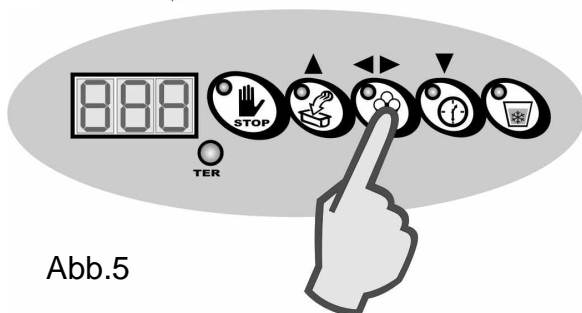

Abb.5
- Dann drücken Sie die Taste Bestätigen, um den Kühlzyklus zu starten (Abb.5)